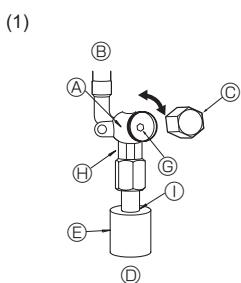
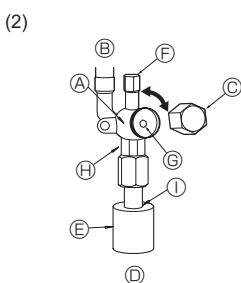

Fig. 4-5
Fig. 4-6
- (1) Gaszijde (Fig. 4-5)
- ① Verwijder de kap en draai de kraanstang zo ver mogelijk tegen de klok in met behulp van een 5mm-inbussleutel. Stop met draaien wanneer de nok wordt bereikt. (ø15,88: Circa 13 omwentelingen)
- ② Let erop dat de afsluitkraan geheel open is en draai de kap terug naar de oorspronkelijke stand.
- (2) Vloeistofzijde (Fig. 4-6)
- ① Verwijder de kap en draai de kraanstang zo ver mogelijk tegen de klok in met behulp van een 4mm-inbussleutel. Stop met draaien wanneer de nok wordt bereikt. (ø9,52: Circa 10 omwentelingen)
- ② Let erop dat de afsluitkraan geheel open is, druk de hendel in en draai de kap terug naar de oorspronkelijke stand.